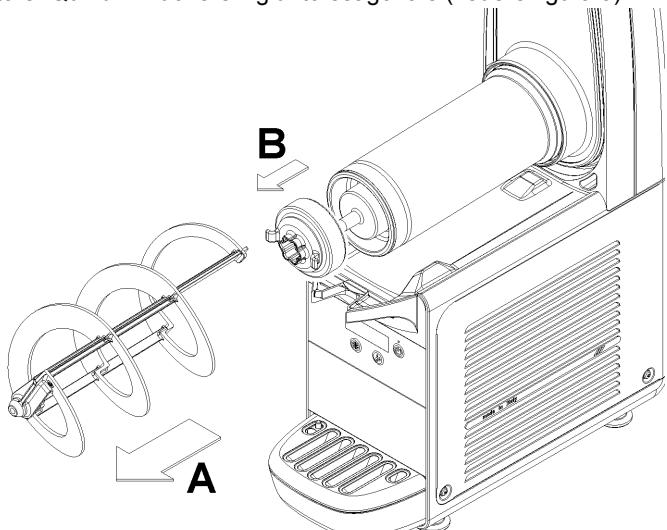

**figura 7**
- 2 Per smontare il contenitore è necessario spingere verso l'alto l'apposita leva (vedere figura 7) e quindi sfilare il contenitore stesso (vedere figura 8).